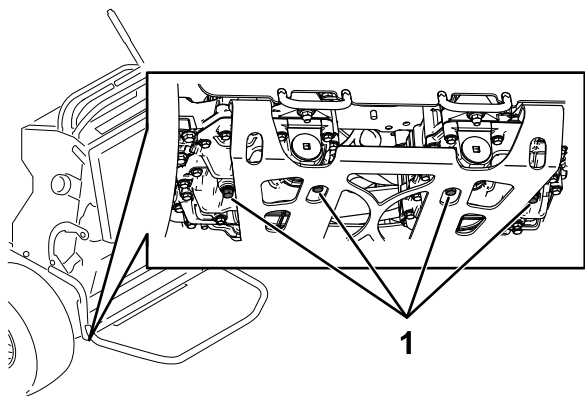

図 73
3. トランスミッションの底部にあるドレンプラグの下にオイルを受ける容器を置く 図 73。